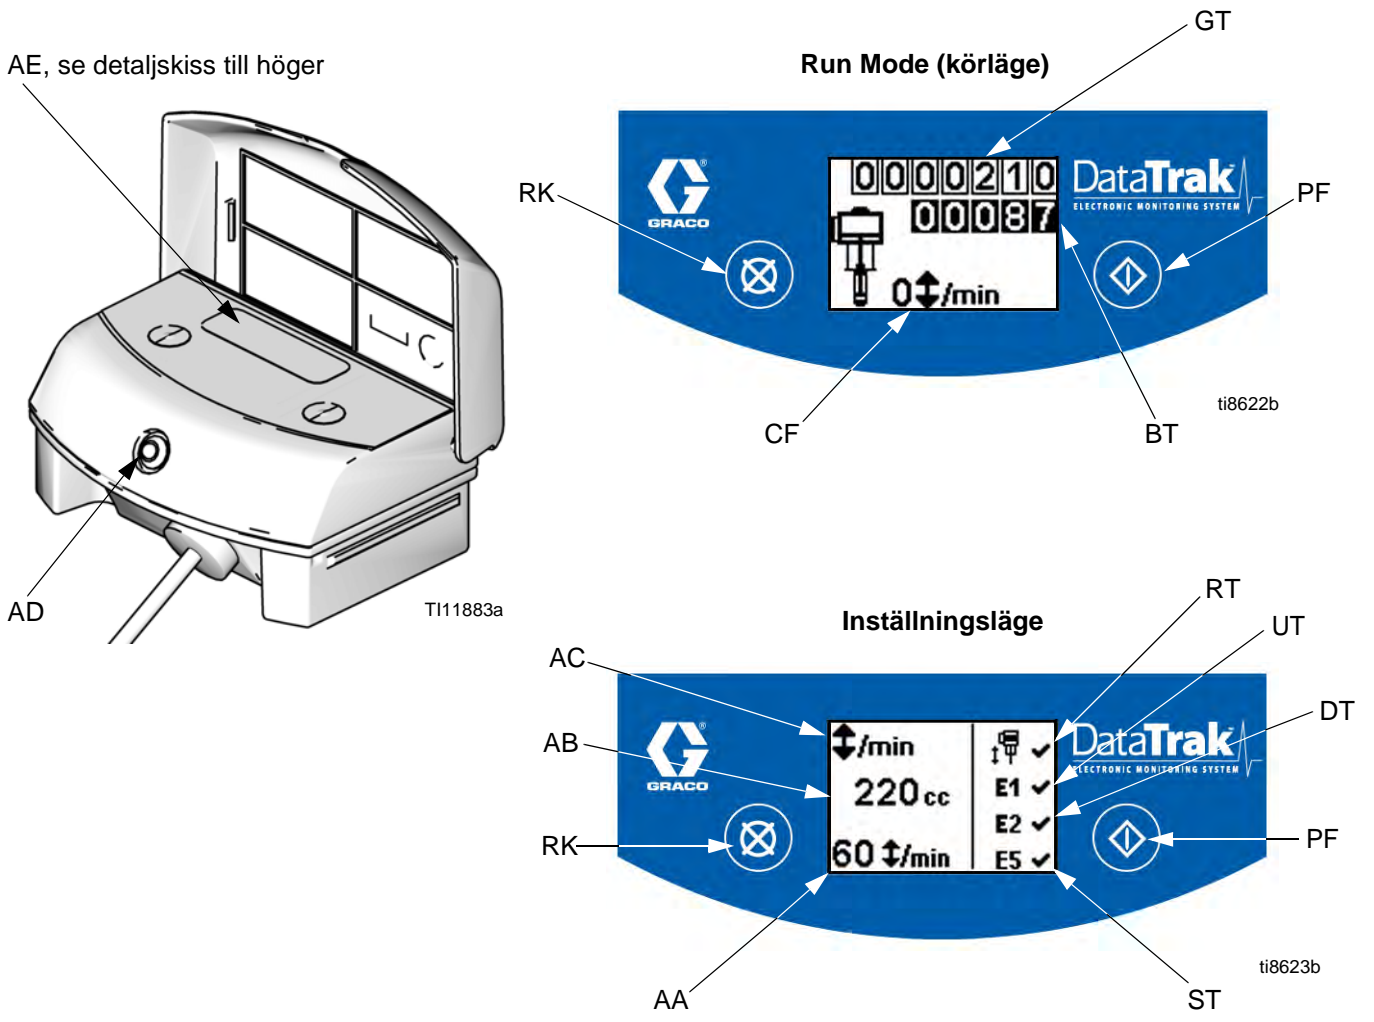

FIG. 7. Reglage och indikatorlampor på DataTrak
Beteckningar i FIG. 7
1. Se FIG. 7. Tryck och håll inne  i fem sekunder tills inställningsmenyn visas.
ANM.: När rusningsskyddet och felalternativen E1, E2 och E5 är aktiverade visas ✓ på inställningsskärmen. Se FIG. 7.
1. Se FIG. 7. Om pumpen rusar aktiveras rusningsventilen och pumpen stoppas. LED (AD) blinkar och på displayen (AE) visas att pumpen rusat (se Tabell 1). Displayen kommer att cykla igenom sex instruktionsskärmar.
2. Rusningsskärm 1 och 2: Stäng huvudluftventilen (E) för att återställa rusningssolenoiden. Vänta på att luften helt ska avluftas från luftmotorn.
3. Rusningsskärm 3 och 4: Tryck ner solenoidens utlösningssknapp (J) för att återställa luftventilen när luften har avluftats. Knappen kommer att tryckas upp igen när luftventilen har återfått tryck.
5. Öppna huvudluftventilen (E) så att pumpen startar.
ANM.: Gå in i inställningsläge och ställ in rusningsvärdet 0 (noll) eller växla (RT) till av  (se FIG. 7) för att avaktivera rusningsövervakning.
1. Se FIG. 7. För att komma till luftnings-/spolningsläget ska du trycka på en knapp för att tända displayen och tryck sedan på . Symbolen för luftning/spolning visas på displayen och lysdioden blinkar
Se FIG. 7. Den sista siffran i satssummeringen (BT) representerar tiondelar gallon eller liter. Tänd displayen med någon knapp och tryck sedan på  i 3 sekunder så nollställs räknaren.
Se FIG. 7. Displayen (AE) släcks efter en minut i driftläge och tre minuter i inställningsläge. Tryck på någon knapp så att displayen tänds.
DataTrak upptäcker många olika problem med pumpen. När övervakningen upptäcker ett fel blinkar lysdioden (AD, FIG. 7) och en diagnostikkod visas på displayen. Se Tabell 1.
|  | E-4 | Service på komponent 1 (endast enheter med rusningsskydd) | Problem med att stoppa rusning. | <ul style="list-style-type: none"> Magnetventilen är skadad. Ventilslåden är skadad. Rusningsskydd (RT, FIG. 7) kan aktiveras med pumpar som inte är utrustade med en solenoid för rusning. Gå till inställningsskärmen och inaktivera rusningsskydd. |
|  | E-6 | Säkring löst ut | Säkringen har löst ut. Byt ut säkring; se sidan 29. | <ul style="list-style-type: none"> Trasig magnetventil eller trasigt kablage. För hög temperatur (över 60°C [140°F]) Rusningsskydd (RT, FIG. 7) kan aktiveras med pumpar som inte är utrustade med en solenoid för rusning. Gå till inställningsskärmen och inaktivera rusningsskydd. |